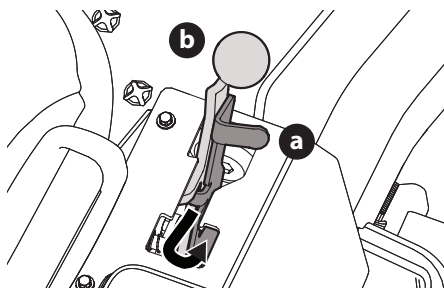

Fig. 1
1. Pour engager la tige de dérivation, tirez sur le levier de dérivation des transmissions (a) placé à la droite du siège du conducteur (près du levier du frein de stationnement (b)) et placez-le dans l'encoche à droite de la fente (Fig. 1).